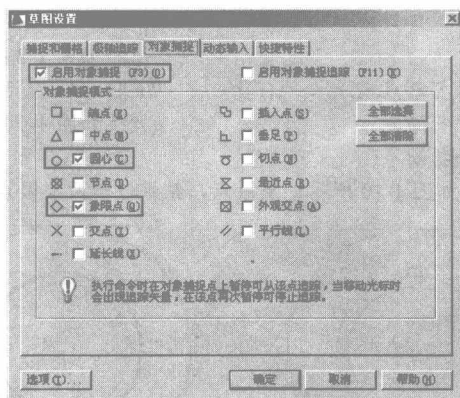

图 1-4 设置捕捉功能
- ⑤ 在快捷菜单中选择“设置”选项,打开“草图设置”对话框,然后启用并设置对象捕捉功能,如图 1-4 所示。
- ⑥ 选择“绘图”|“圆”|“圆心、半径”命令,或使用快捷启动方式 **C** 激活“圆”命令,绘制内部的圆结构。命令行具体操作过程如下。